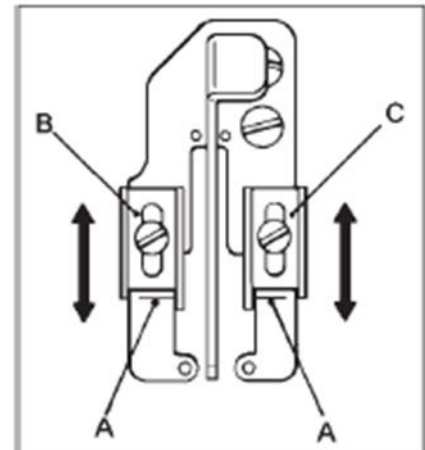
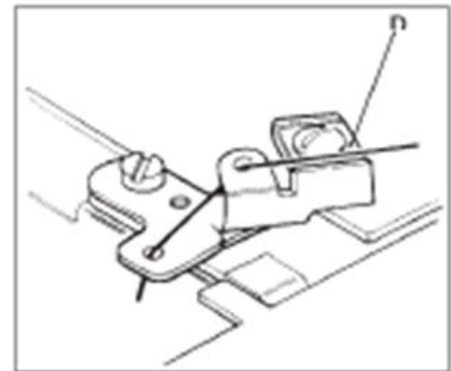

Fig. 20
Fig. 21
La marca (A) de la placa soporte se alinea con los ojos del hilo del Tira hilos (B) y (C). (Fig.20). Ésta es la posición normal de los Ojetes. * Cuando los Ojetes se mueven hacia el frente después de aflojar los Tornillos del tira-hilos (B) y (C), el hilo del Engarzador será cosido flojo y cuando sean movidos al lado opuesto el hilo será cosido tensionado. * Cuando use hilo de lana, mueva los Ojetes (B) y (C) (Fig.20) totalmente hacia el frente sin enhebrar el disco Retenedor del Hilo de la Aguja (D). (Fig. 21). * (Algodón/ Poliéster Hilado) Fije las guías del hilo totalmente hacia adelante como se muestra.